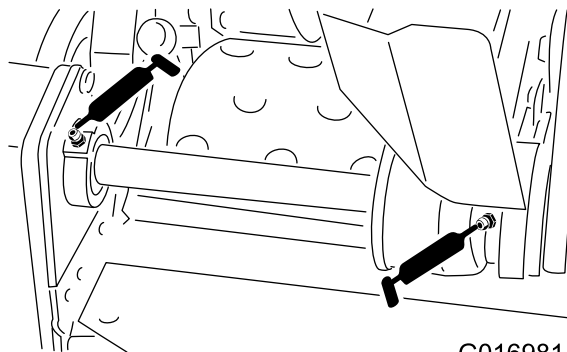

Рисунок 24
- Две на подшипниках промежуточного вала барабана (Рисунок 24)